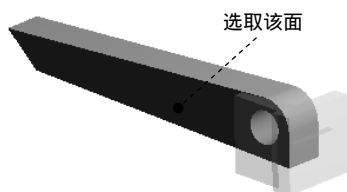

图 7.6.67 定义接触面
(1) 选择命令。在“Outline”窗口中右击 **Contacts** 节点，在弹出的快捷菜单中选择 **Insert** **Manual Contact Region** 命令，弹出“定义接触参数”对话框。
(2) 定义接触面。在 **Scope** 区域中单击以激活 **Contact** 后的文本框，选取图 7.6.67 所示的模型表面为接触面，单击 **Apply** 按钮。